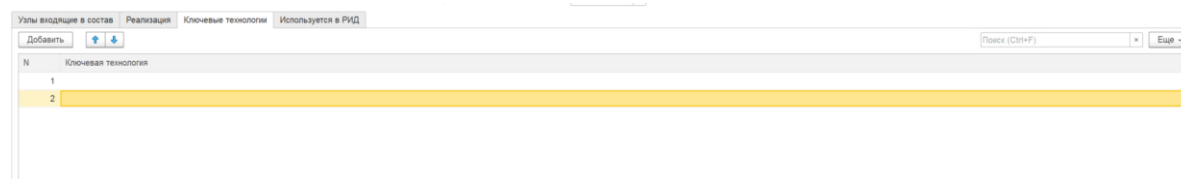

Рисунок 21 – Вкладка «Ключевые технологии»
1) выбрать в окне карточки «Производство» вкладку «Ключевые технологии». В рабочей области будут отображены поля, представленные в таблице 5 (см. Рисунок 21);